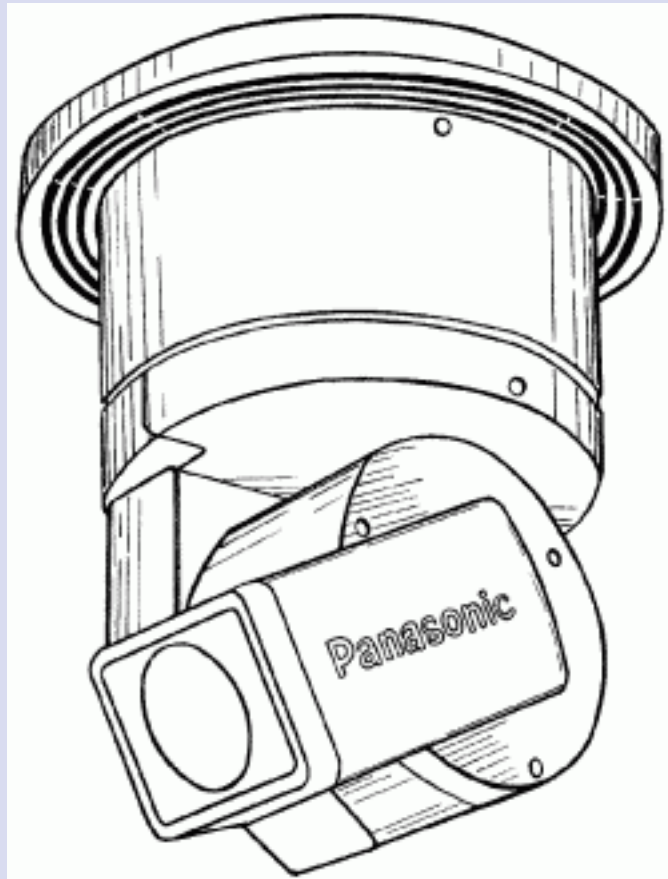

Рис. 131. Аппаратура фирмы «Panasonic».
1. Продукция фирм с мировым именем: «Panasonic» (рис. 131),